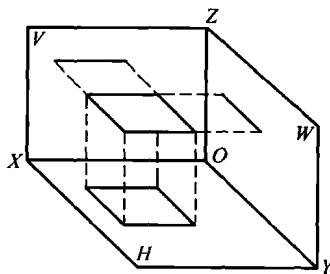

图 1-4 面的投影
(3) 一个几何形的面，在空间各个投影面上的正投影，是由面和线来反映的。图 1-4 是一个平行于底下投影面的平行四边形平面，在三个投影面上的投影。